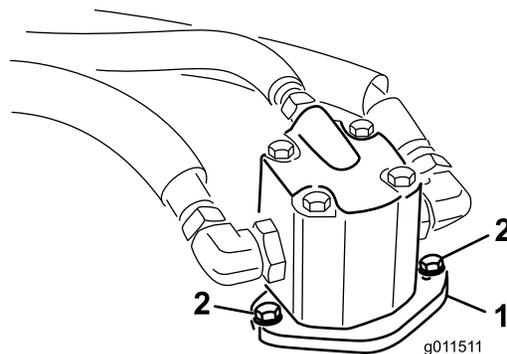

Figura 77
- Togliete i bulloni che fissano il motore idraulico all'apparato di taglio (Figura 77).